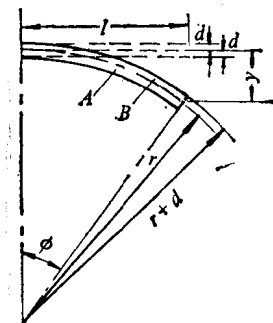

图 1-1
- 1-12 某双金属片温度计水平放置，且一端固定，如图1-1所示。片长 $l=75\text{mm}$ ，每片厚 $d=1\text{mm}$ ，其中一片为锰铜材料，线膨胀系数 $\alpha_1\approx 0$ ；另一片为合金钢，线膨胀系数